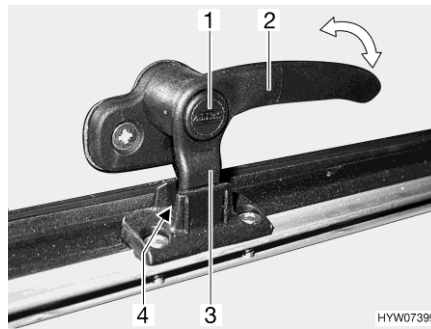

Bild 40 Låsarm (läget "kontinuerlig vädring")
- I läget "kontinuerlig vädring" (Bild 40)
- Tryck på låsknappen (Bild 40,1) och håll den nedtryckt.
- Sväng låsarmen (Bild 40,3) ett kvarts varv mot fönstrets mitt.
- Vrid tillbaka låsarmen. Därvid måste låsarmens låsspak (Bild 40,3) föras in i spåret på fönsterlåsen (Bild 40,4).
- Släpp låsknappen (Bild 40,1).